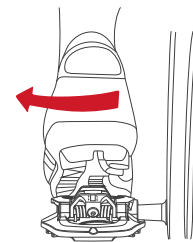

Abbildung 6. Zum Auslösen seitlich drehen
- Um den Schuh aus dem Pedal zu lösen, drehe deine Ferse zur Seite von der Mittellinie des Fahrrads weg (Abbildung 6).